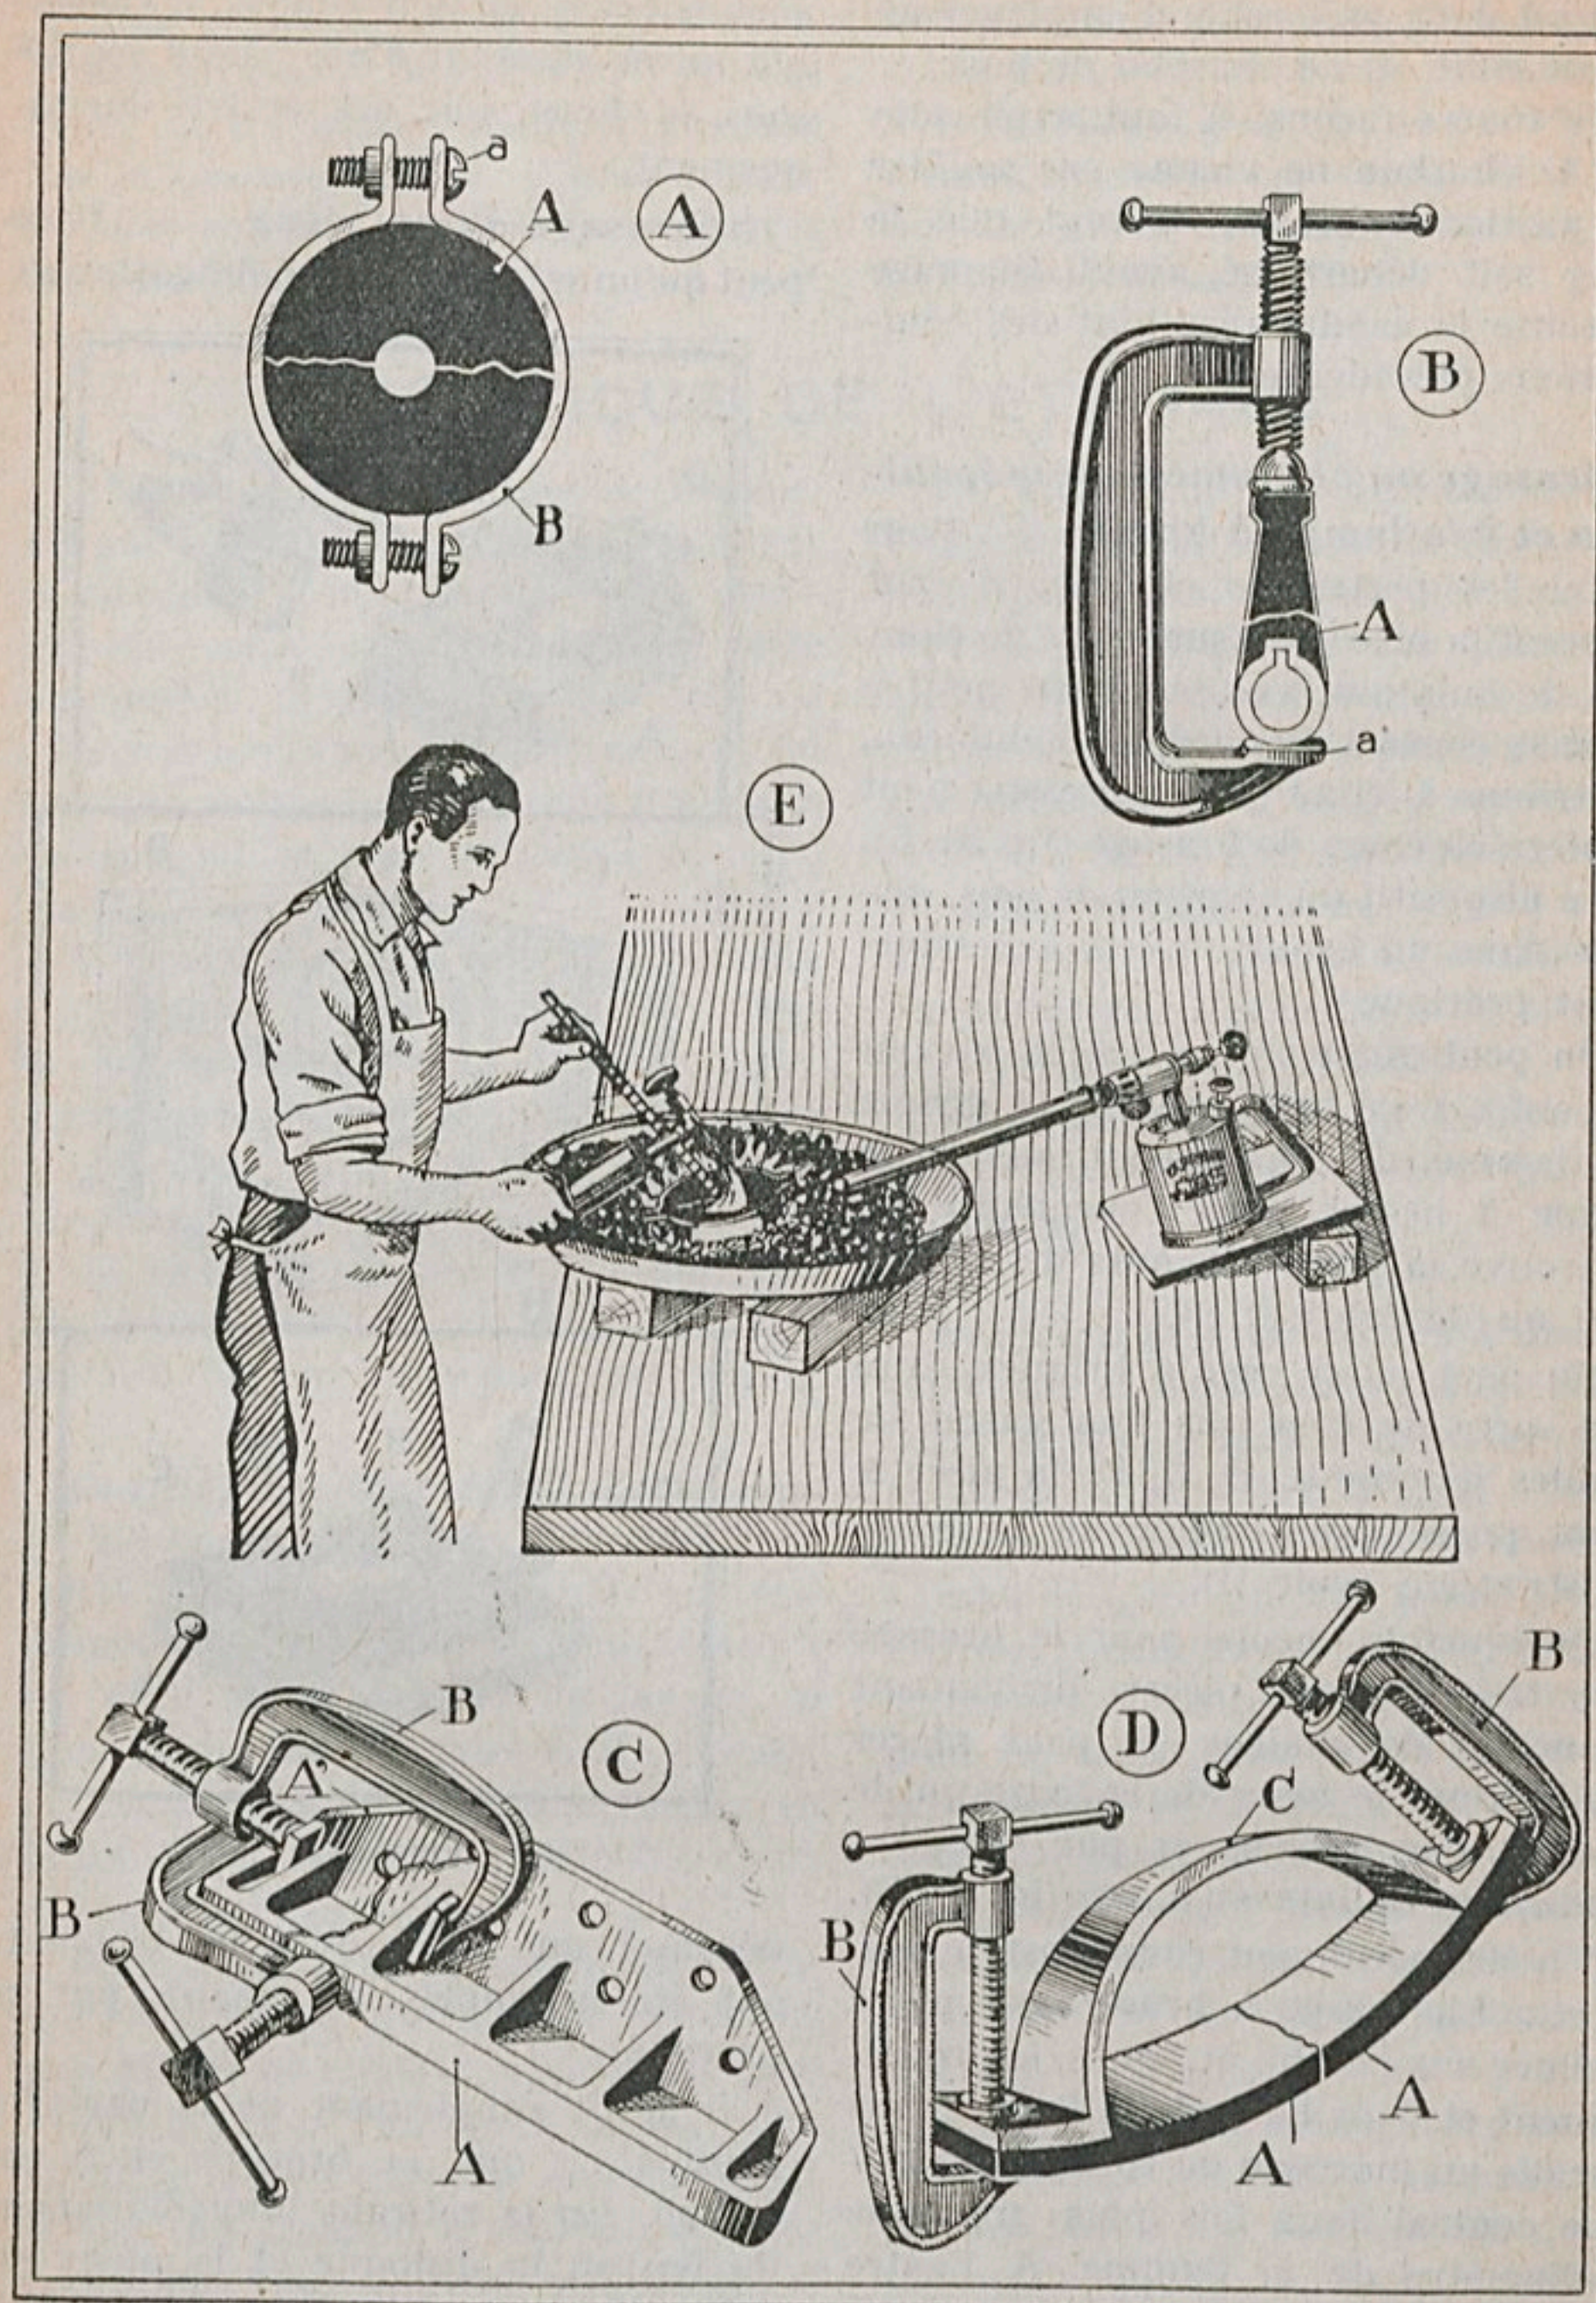

Figure 30
C) *Avec le moufle pour lampe à braser.* — Ce dispositif tout en fonte (fig. 30) comporte une sorte de moufle A avec deux épaulements latéraux a qui permettent de placer la sie B comme on le ferait dans l'un des appareils précédemment décrits.
*Brasage d'une grosse rondelle.* — Pour être sûr de la réussite, il suffit (fig. 30, A) de serrer la pièce cassée A dans un collier solide B fait à la demande dans de vieux morceaux de fer plat. Deux boulons a empêchent
Quelquefois encore pour le brasage des très grosses pièces demandant beaucoup de chaleur on peut placer l'objet dans le foyer de la forge qui le chauffe par dessous et par dessus à l'aide d'un chalumeau à gaz (fig. 30, E).